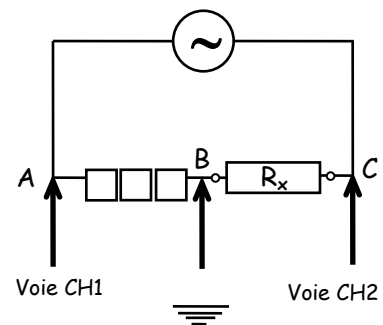

Fig : 5
- Relier les voies CH1 et CH2 aux points A et C et la masse de l'oscilloscope au point B comme indiqué sur la figure 5.
- Inverser le signal (voie CH2) avec la commande (18) pour observer  $(V_B - V_C)$ .